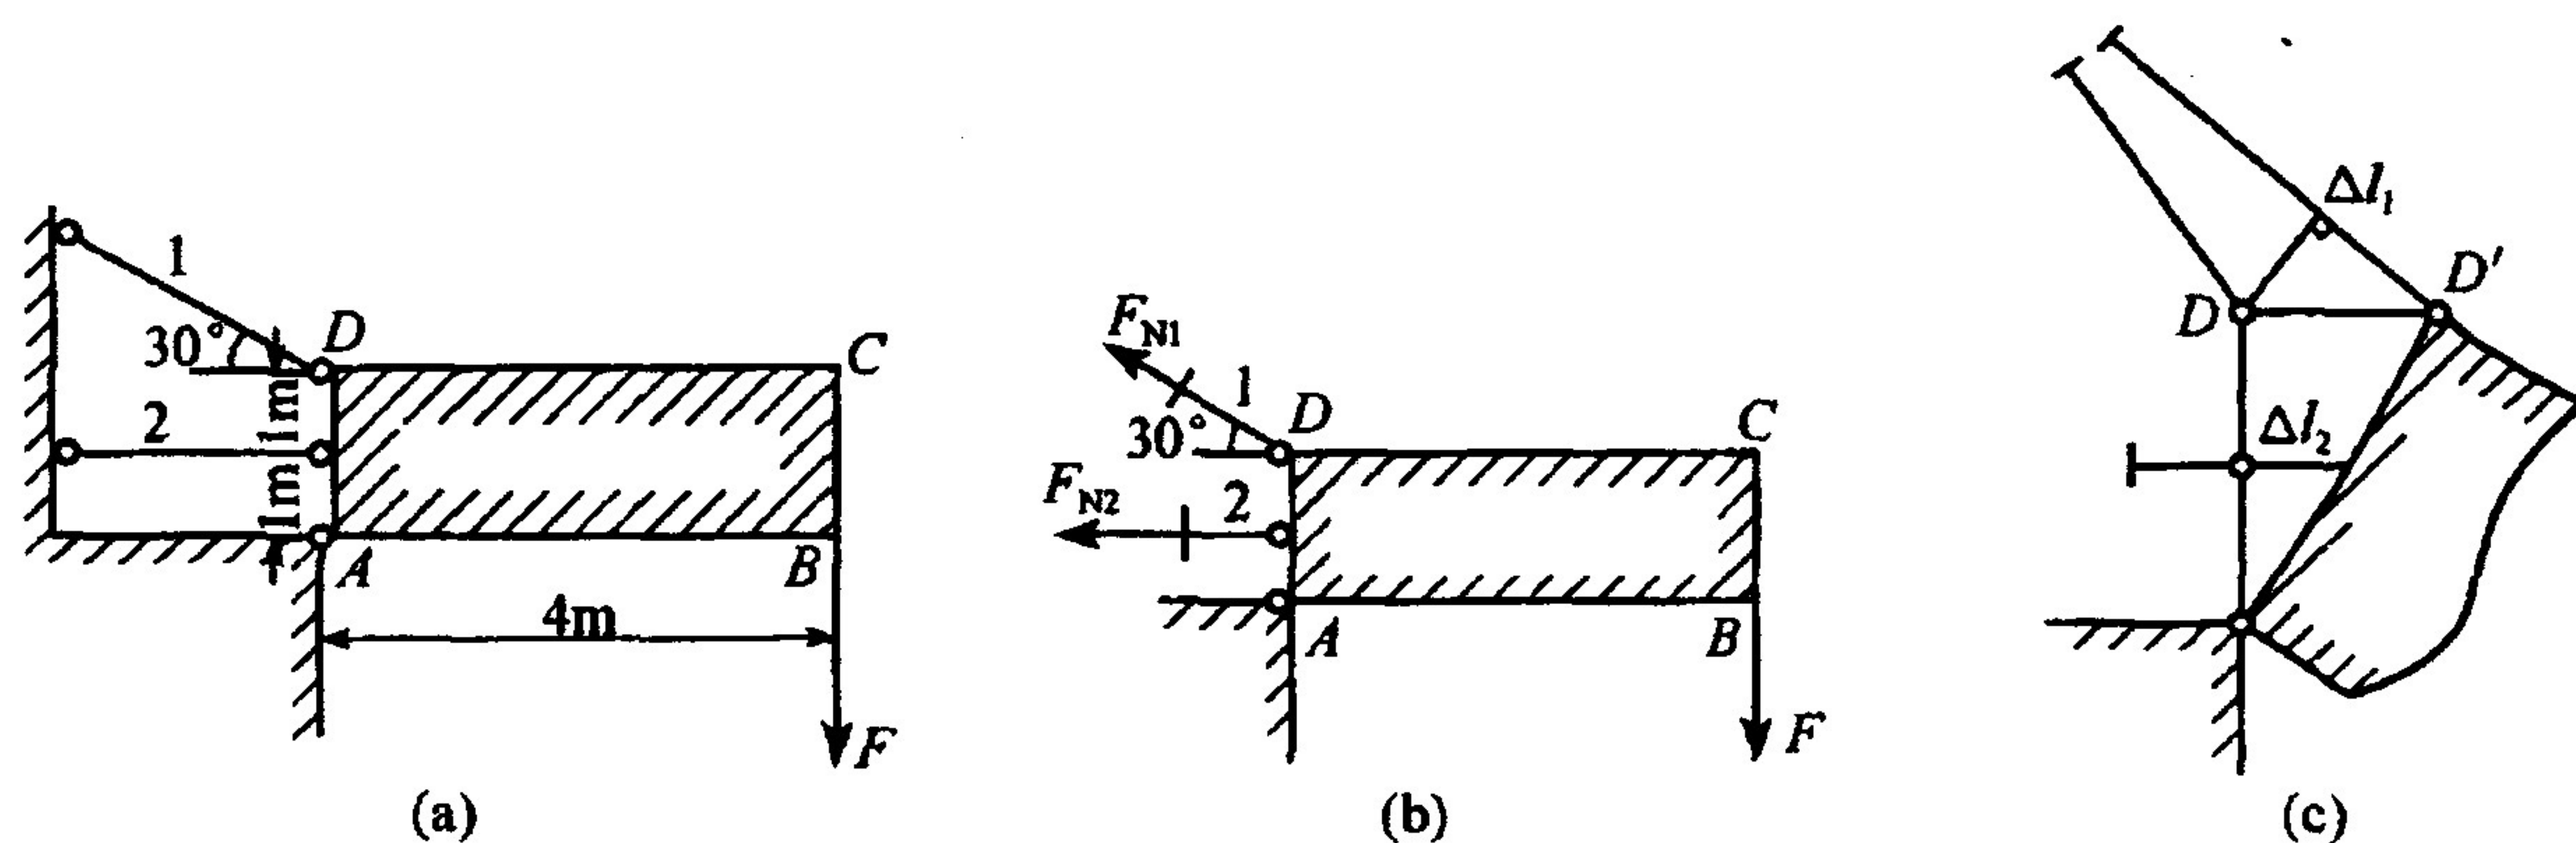

图 8.1
8.1 图 8.1(a)所示结构, ABCD 为刚性块, 在 A 处为铰链固定, 同时与钢杆 1、2 相连接。已知许用应力 $[\sigma] = 160 \text{MPa}$, $F = 160 \text{kN}$ 。杆 1、2 的横截面面积相等, 求各杆所需最小横截面面积。(25 分)
(1) 求各杆的内力。用截面法将 1、2 杆截开, 设其轴力分别为 F_{N1} 、 F_{N2} (图 8.1(b)), 由 $\sum M_A = 0$ 得
由图 8.1(c) 图知两杆变形几何关系为